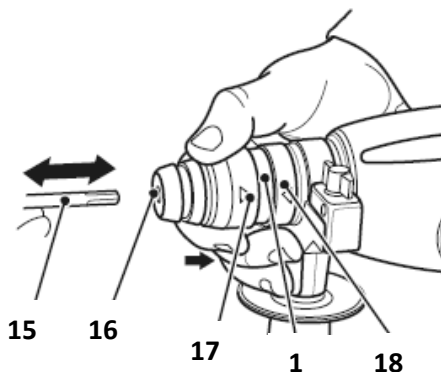

Рис.4
Рис.4а
- Для установки бура (15) необходимо отжать по направлению стрелки, от защитного колпачка (16), разблокировочную втулку (17) патрона SDS plus (1) **Рис.4.**
- Установить бур (15) в патрон (1) и отпустить разблокировочную втулку (17) в исходное состояние.
- Для извлечения бура (15) из патрона (1) проделать те же самые действия.
- Блокирующая обойма (18) предназначена для фиксации и быстрой смены патрона SDS plus (1). **ВНИМАНИЕ!** Для установки сменного инструмента в изделие, в первую очередь, необходимо очистить хвостовик (вытереть насухо чистой тряпкой), а затем смазать небольшим количеством (0,5-1 г) специальной смазки для буров **Рис.4а.**
- Предварительно необходимо снять патрон SDS plus, отжав блокирующую обойму (18) **Рис.4.**